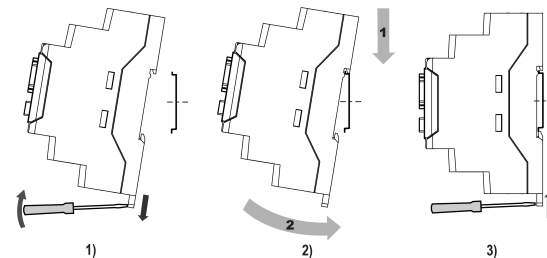

Рисунок 2 – Монтаж прибора
2. Вставив отвертку в проушину, оттянуть защелку (см. *рисунок 2, 1*). Установить прибор на DIN-рейку.
3. Прибор прижать к DIN-рейке (см. *рисунок 2, 2*, стрелки 1 и 2). Отверткой вернуть защелку в исходное положение.